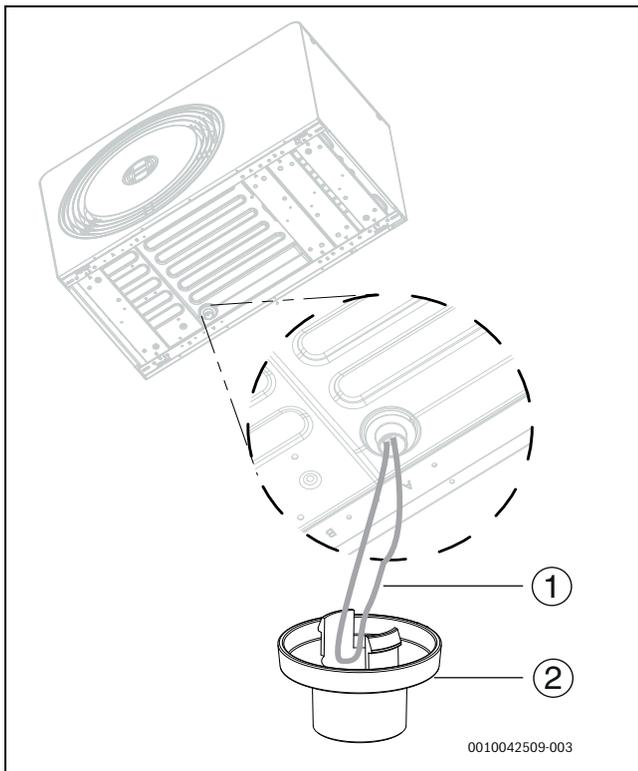

Fig. 24 Installazione del tronchetto di scarico
3. Tirare fuori il cavo ad anello del riscaldatore della vaschetta di raccolta e spingerlo all'interno del tronchetto di scarico (→ bild 24). Applicare il tronchetto di scarico sulla pompa di calore.